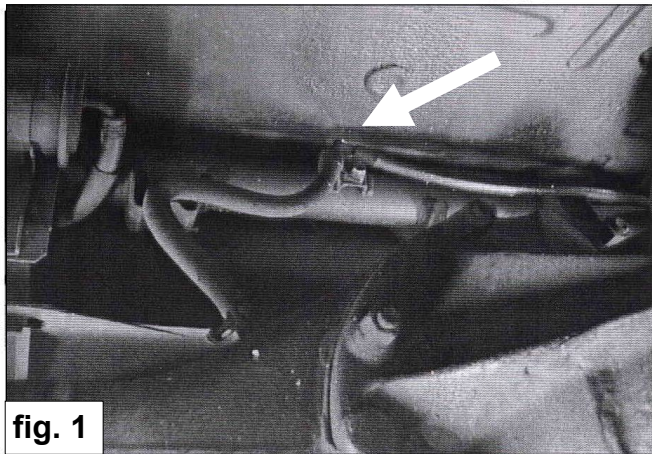

fig. 1
2. Demonteer de bevestigingsbeugel van de remleiding en van de ontluchtingsleiding van het differentieel i.v.m. het uit de veren heffen van de auto. Zie Fig.1 en 2.